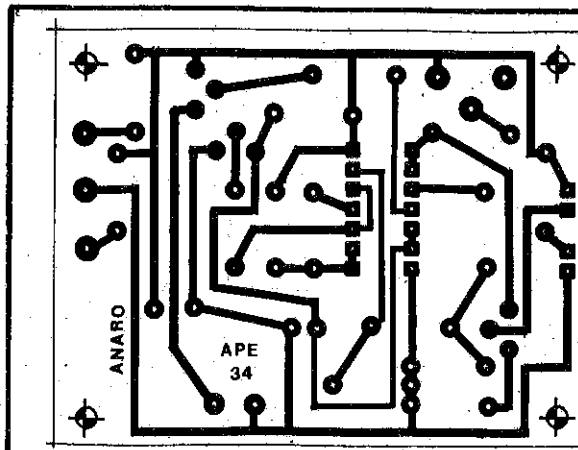

Fig. 2
- FIG. 2 - LAY OUT DO CIRCUITO IMPRESSO - Pensando nas características "industriais" da utilização final, não "espremamos" muito a configuração das ilhas e pistas, o que facilita a eventual manutenção... Assim, o desenho é simples e de fácil realização, bastando que o Leitor/Hobbysta possua os materiais necessários (fenolite ou fibra de vidro cobreados, virgens, decalques ácido-resistentes, solução de perclorato de ferro, furadeira elétrica ou manual, materiais para limpeza, etc.) Quem já lida na área não encontrará grandes dificuldades (provavelmente nenhuma...) na realização da placa específica...